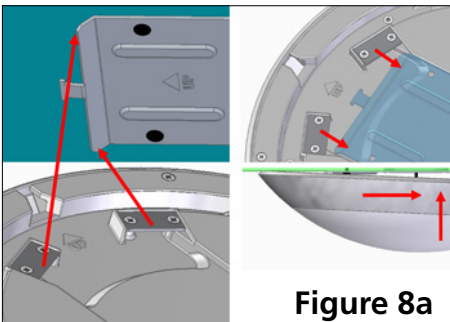
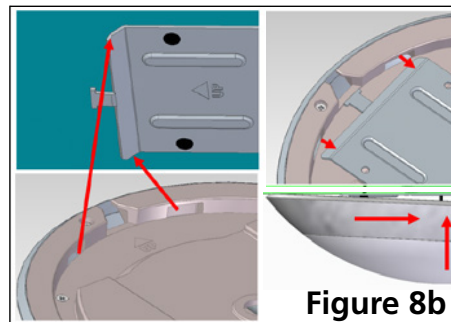

Figure 8a
Figure 8b
7. Fixez le luminaire à la plaque de l'auvent avec les coins du loquet de la plaque de l'auvent au luminaire supports comme illustré à la Figure 8a (PR17) ou à la Figure 8b (PR13).